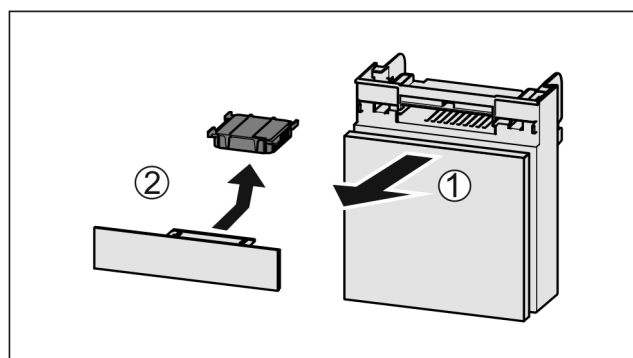

Fig. 200
- Издърпайте Fig. 200 (1) напред от отделениято.
- Извадете Fig. 200 (2) филтъра с активен въглен.